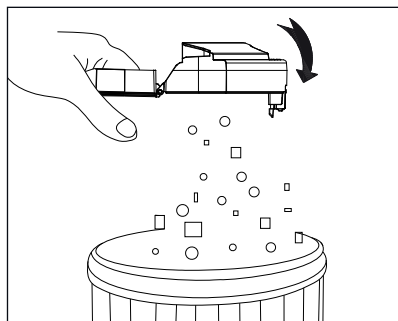

Fig. 9
- 3) Vacíe el contenido del depósito de polvo **14** en un contenedor de residuos (consulte la fig. 9).